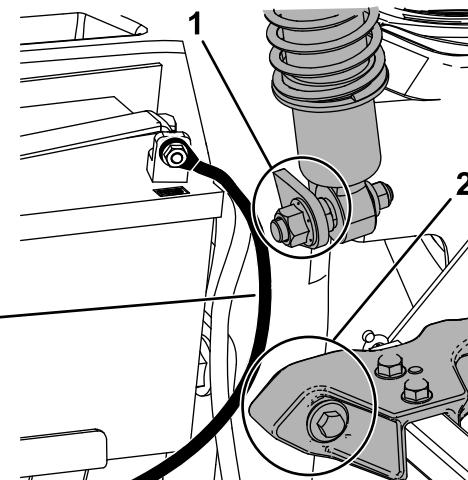

Рисунок 52
**Примечание:** На машинах с системой подвески MyRide проверьте, чтобы кабель заземления не мог теряться о продольный рычаг подвески или нижнее крепление амортизатора (Рисунок 52).